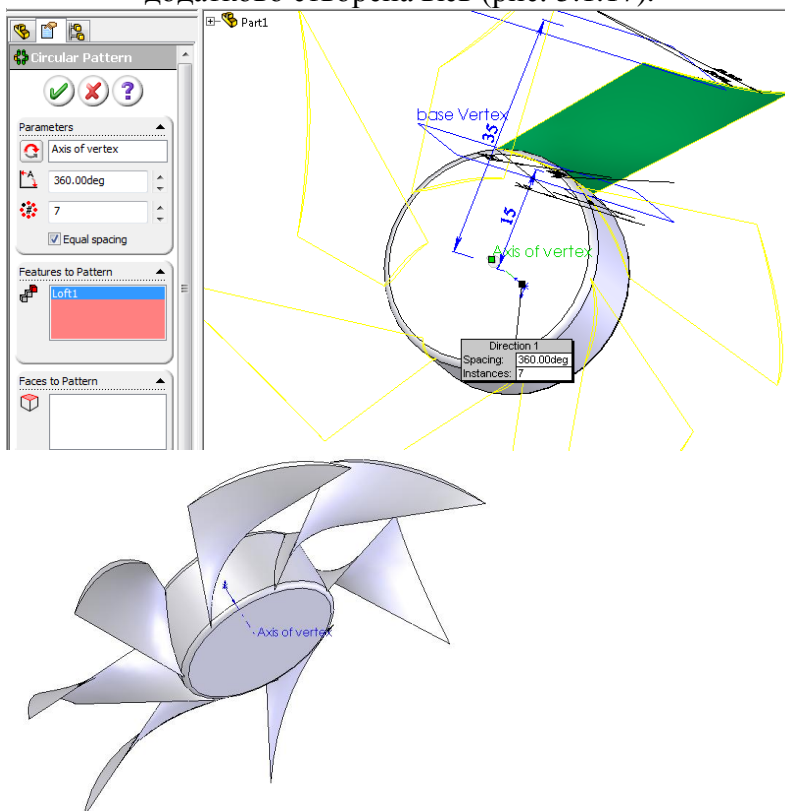

Рис. 5.1.17. Розмноження лопатей з використанням кругового масиву
10. За допомогою інструменту КРУГОВОЙ МАССИВ ЕЛЕМЕНТОВ розмножте лопать. Кількість елементів масиву – 7, кут заповнення – 360, вісь обертання – додатково створена вісь (рис. 5.1.17).